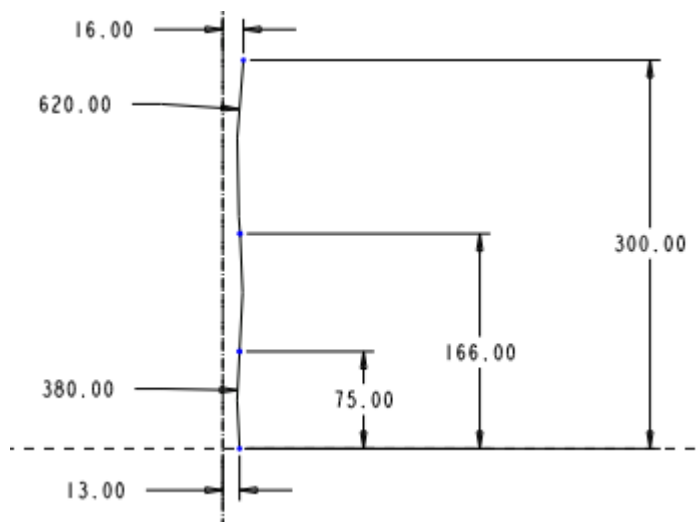

图 39-3
- (1) 单击特征工具栏中的 ，打开【草绘的基准曲线】对话框。
- (2) 选择 FRONT 基准面为草绘平面，TOP 基准面为视图方向参照，单击【草绘】，进入草绘工作环境。
- (3) 绘制如图 39-3 所示的图形。